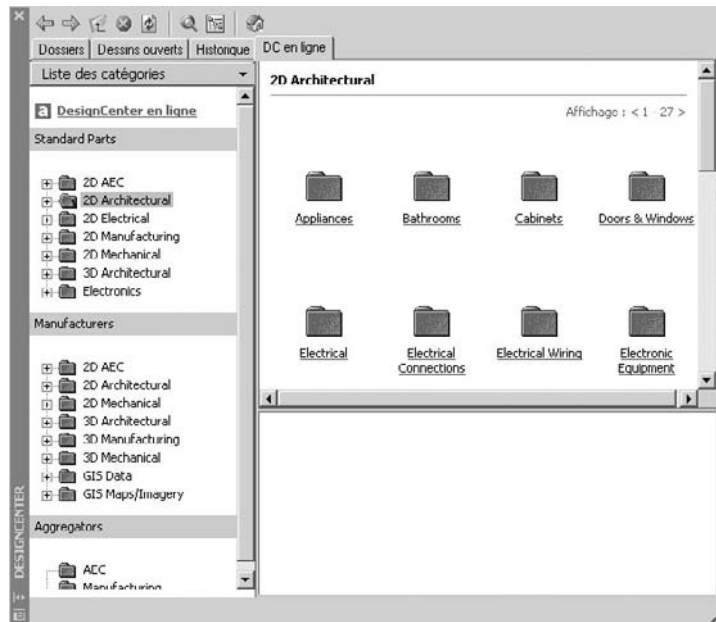

Fig.10.3
- **L'onglet DC en ligne** (DC online) : fournit le contenu de la page Web DesignCenter Online. Il peut s'agir de blocs, de bibliothèques de symboles, de contenu d'un fabricant et de catalogues en ligne (fig.10.3).